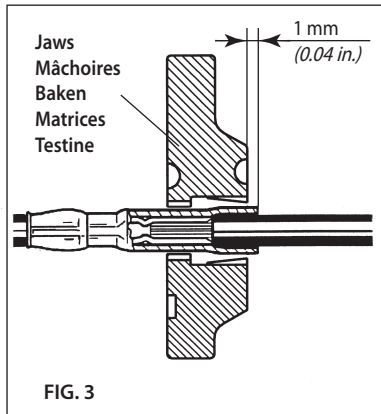

FIG. 3
- Bei Verbindern wird die Gegenseite wie oben beschrieben nochmals verpresst (**siehe Bild 3**).
- En el caso de empalmes, proceder igualmente en la compresión de la otra extremidad (**ref. a Fig. 3**).
- Nel caso dei giunti, procedere analogamente per la compressione dell'altra estremità (rif. a Fig. 3).